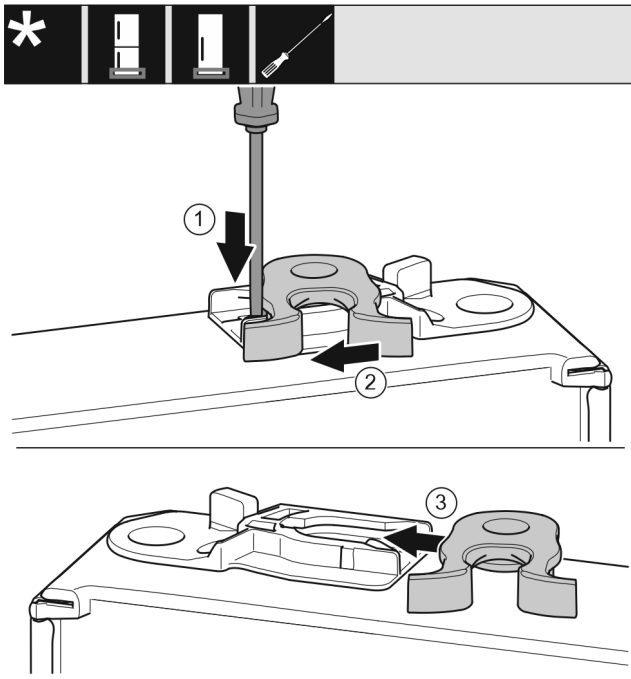

Fig. 16
- ▶ Lasche mit Schlitzschraubendreher nach unten drücken. Fig. 16 (1)
- ▶ Schließhaken aus Führung ziehen. Fig. 16 (2)
- ▶ Schließhaken auf anderer Seite in Führung schieben. Fig. 16 (3)